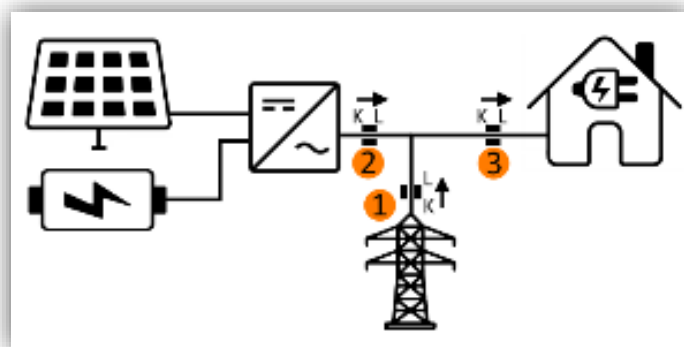

Abbildung156 . Installationsschema mit Solarmodulen und Batterie
In diesem Abschnitt werden die Punkte der Installation definiert, an denen die Messungen vorgenommen werden müssen, um einen korrekten Betrieb des Allgemeinen Tabs des Energiemonitors zu gewährleisten. Abbildung156 zeigt das Diagramm einer Installation mit Solarmodulen und Batterie:
- **Installation ohne Solarmodule oder Batterie:** nur Punkt 1, wie in der Abbildung unter Abbildung 156.